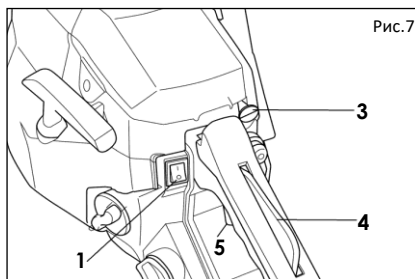

Рис. 7
1. Установите выключатель питания в положение "I". (см. Рис. 7, полож. 1)
2. Потяните рычаг дросселирования (Рис. 7, полож. 3) к положению "ВЫКЛ" (=подача воздуха выключена, т.к. дроссель включен).
4. Затем толкните рычаг дросселирования (Рис.7, полож. 3) вниз в положение "ВКЛ" (=подача воздуха включена, т.к. дроссель выключен) и запускайте двигатель, дернув несколько раз шнур зажигания.
- Установите выключатель питания в положение "I" (Рис. 7, полож. 1).
- Чтобы увеличить скорость, сначала ладонью руки надавите вниз выключатель блокировки дроссельной заслонки (Рис. 7, полож. 4), а затем пальцем потяните на себя дроссельный регулятор (Рис. 7, полож. 5).
- Отпустите дроссельный регулятор (Рис. 7, полож. 5) и поставьте выключатель питания (Рис. 7, полож. 1) в положение "0".